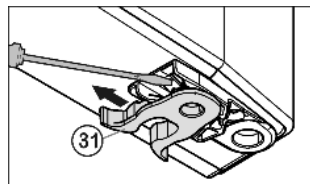

Fig. 8
- Spostare il Fig. 8 (31) morsetto a molla: Premere verso il basso il dente antisfilamento, estrarre il morsetto a molla tirando verso l'alto.